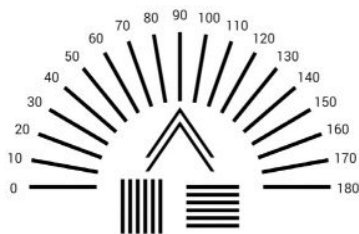

Рис. 11
- Нажмите кнопку Mask_up, чтобы отобразился опто тип в виде шкалы от 0 до 180 градусов по часовой стрелке с интервалом 10 градусов и кнопку Mask-down button для отображения шкалы против часовой стрелки (Рис.. 11)